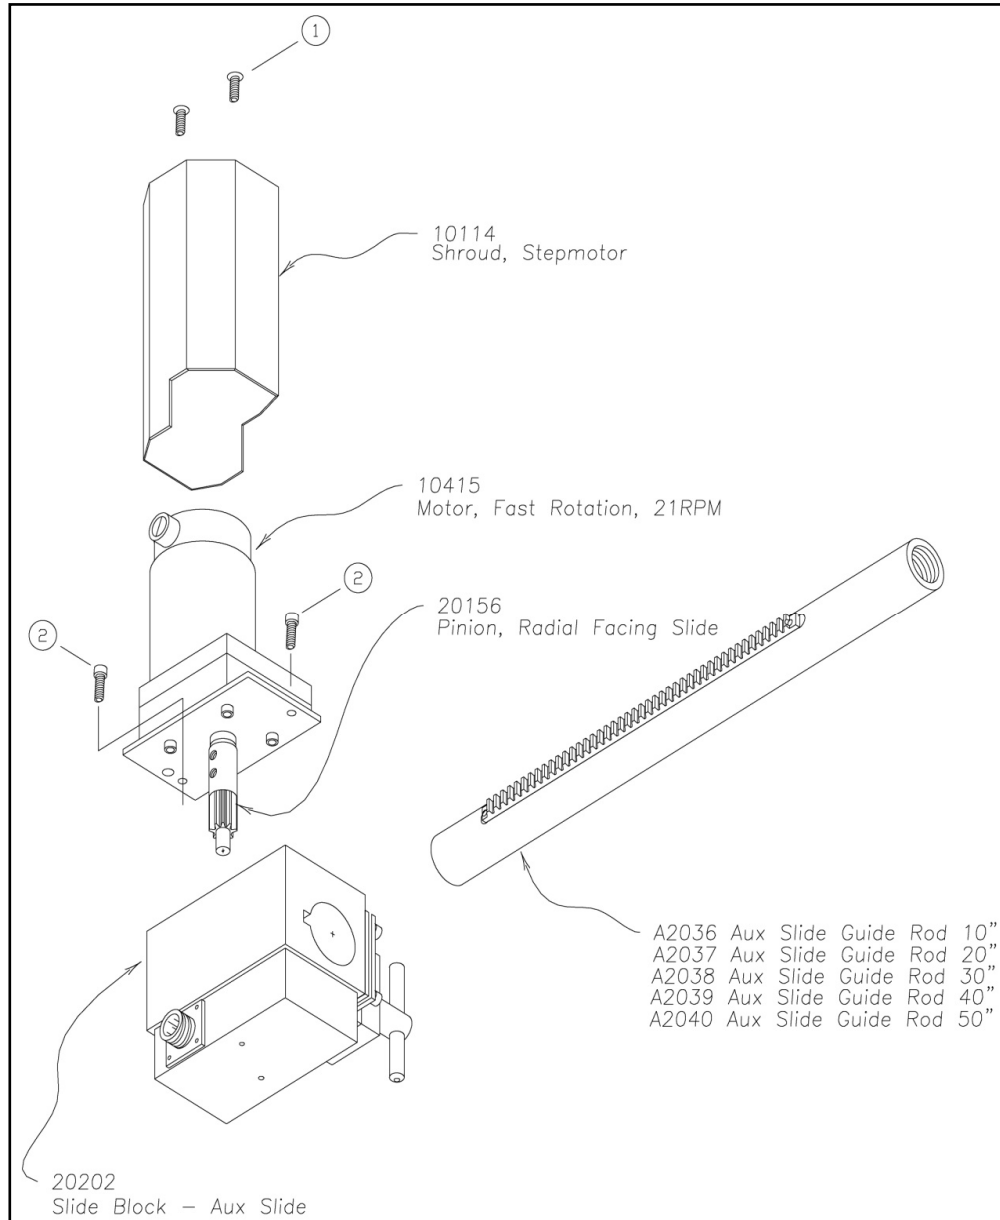

Abbildung 18 Entfernen der Schrittbaugruppe
Der Hilfsschrittmechanismus kann leicht vom Schlittenführungs-Hilfsstab entfernt werden, wenn die richtige Vorgehensweise befolgt wird (Siehe Abbildung 18).
2. Entfernen Sie das Gehäuse des Schrittmotors (Blase #1 Abb. 18).
4. Entfernen Sie die beiden Innensechskantschrauben, mit denen die Stahlplatte am Hauptblock befestigt ist. (Blase #2 Abb. 18) Entfernen Sie nicht die Stahlplatte vom Schrittmotor.